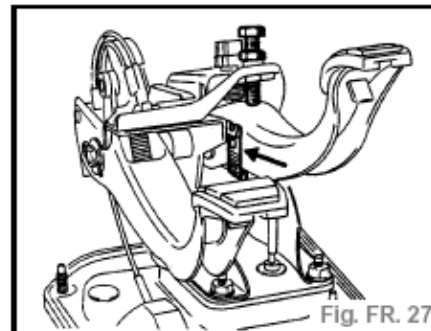

Fig. FR. 27
- À l'intérieur du véhicule, retirer l'axe de la chape reliant la pédale de frein à la tige de poussée, après avoir retiré l'agrafe (fig. FR. 27).